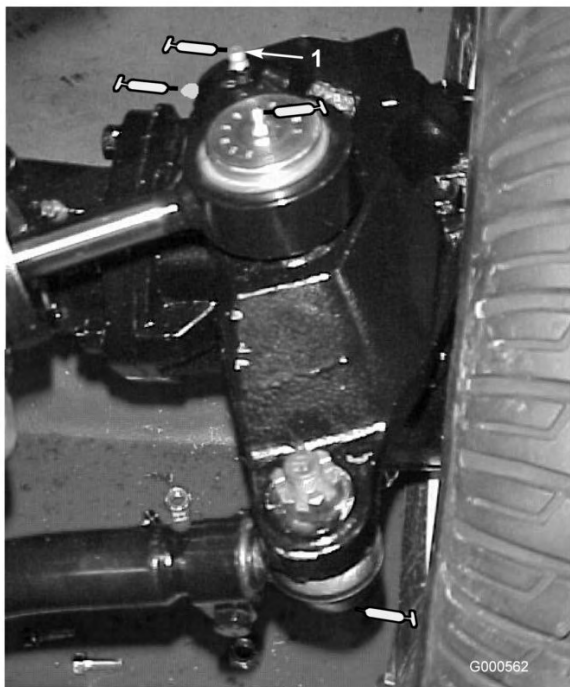

Figura 26
- Giunti sferici (2) del cilindro di sterzo (Figura 26)
- Giunti sferici (2) del tirante (Figura 26)
- Boccole (2) del perno del fuso a snodo (Figura 26).